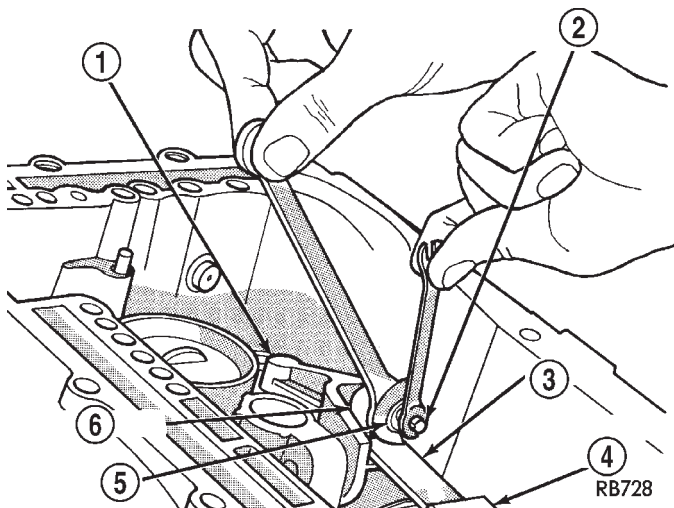

Fig. 74 Ajuste de la correa de baja y marcha atrás
(34) Instale el montante de la correa de baja y marcha atrás.
(35) Ajuste la correa de baja y marcha atrás. Apriete la tuerca de ajuste (Fig. 74) con una torsión de 5 N·m (41 lbs. pulg.). Retroceda 3½ vueltas la tuerca de ajuste. Apriete la contratuerca con una torsión de 14 N·m (125 lbs. pulg.).